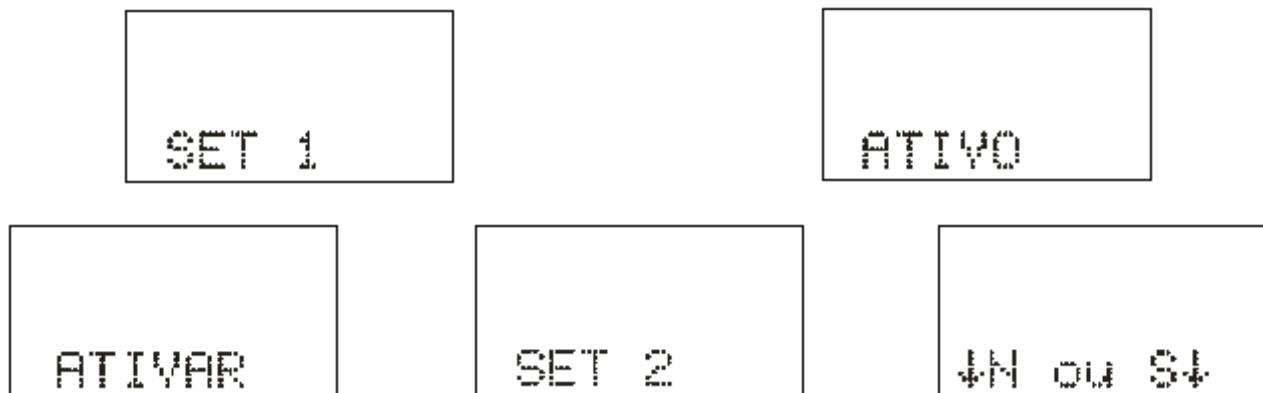

Figura 3.7: Seleção de SET ativo.
- a) pressionar a tecla **S** para selecionar o SET ativo da proteção. O relé sinaliza a sequência de telas da figura 3.7 considerando inicialmente como SET ativo o SET1.